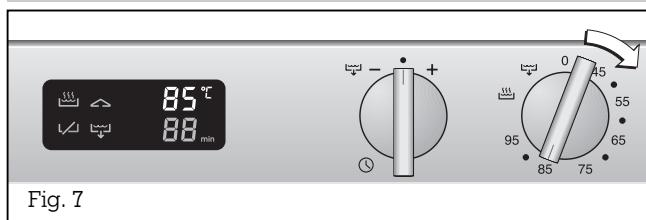

Fig. 7
- **Placez le bouton** « température » sur la valeur souhaitée ou sur la position « cuisson vapeur » (fig. 7).